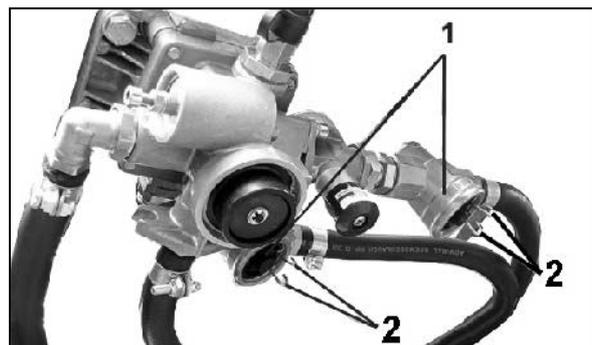

Fig. 73
Limpiar los dos filtros de los conductos (Fig. 73/1) cada 3 meses (reducir el intervalo si las condiciones de uso son difíciles). Para ello:
- (1) Juntar las dos presillas (Fig. 73/2) y extraer la pieza de cierre con junta tórica, muelle de compresión y cartucho de filtro.
- (2) Limpiar el cartucho de filtro con gasolina o diluyente (enjuagar) y secarlo con aire comprimido.